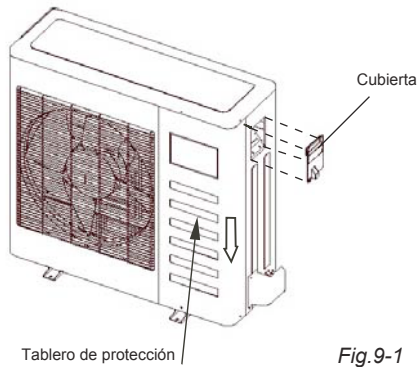
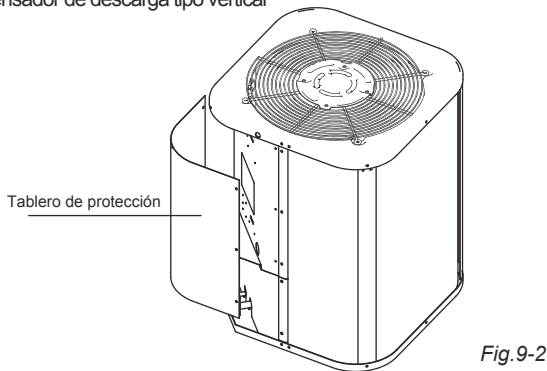
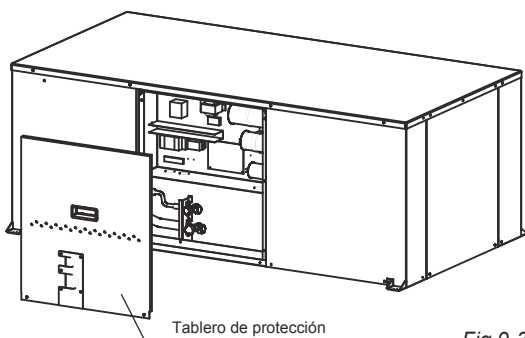

Fig.9-1
Fig.9-2
Fig.9-3
- Desmonte los pernos de la tapa. (Si no hay una tapa en la condensadora, desmontar los pernos del tablero de mantenimiento. y tire en dirección de las flechas para remover la protección del tablero. (Consulte la Fig.9-1, Fig.9-2, Fig.9-3)